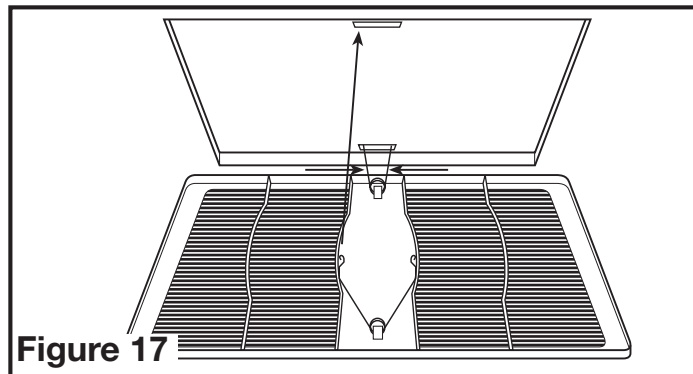

Figure 17
- MODÈLES STANDARDS ET AVEC DÉTECTION D'HUMIDITÉ :** Installer la grille en pressant ensemble les deux extrémités des ressorts et en les installant dans les fentes du châssis du ventilateur. Pousser la grille en position (Figure 17).